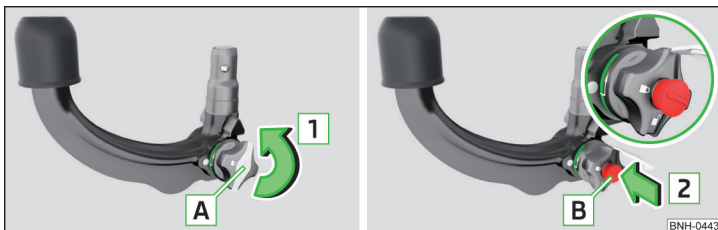

Fig. 122 Detașarea capului de încuietoare/Introducerea cheii în încuietoare
- Îndepărtați apărătoarea [A] de pe încuietoare, în sensul săgeții [1] » fig. 122.